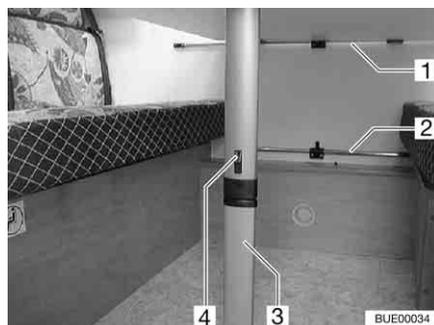

Fig. 78 Table suspendue à pied articulé
- Pousser le dispositif de blocage (Fig. 78,4) vers le plateau de table.
- Rabattre le pied (Fig. 78,3) à 90°.
- Décrocher la table suspendue du rail d'accroche supérieur (Fig. 78,1).
- Accrocher la table suspendue dans le rail d'accroche inférieur (Fig. 78,2) et la poser sur l'articulation du pied de la table.